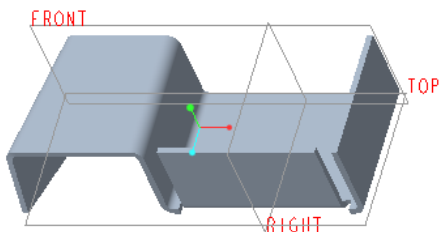
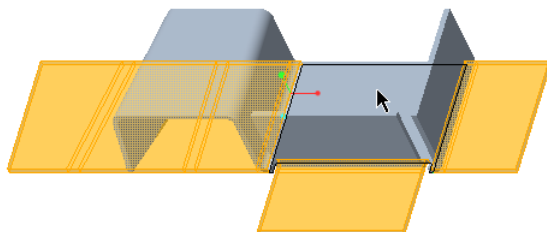

图 4-20 打开的原始钣金件模型
图 4-21 指定固定几何参考
(1) 在“快速访问”工具栏中单击  (打开) 按钮，系统弹出“文件打开”对话框，浏览并选择 bj_4_7.prt 文件，单击“打开”按钮，打开的钣金件模型如图 4-20 所示。
(2) 在功能区的“模型”选项卡中选择“折弯”→“折弯顺序”命令，系统弹出“折弯顺序”对话框。
(3) 在“折弯顺序”对话框的“固定几何”收集器的框内单击以激活该收集器，此时可以选择要在展平或折回时保持固定的曲面或边，在本例中指定图 4-21 所示的实体面作为要在展平或折回时保持固定的曲面（实际上也是默认的固定几何参考）。